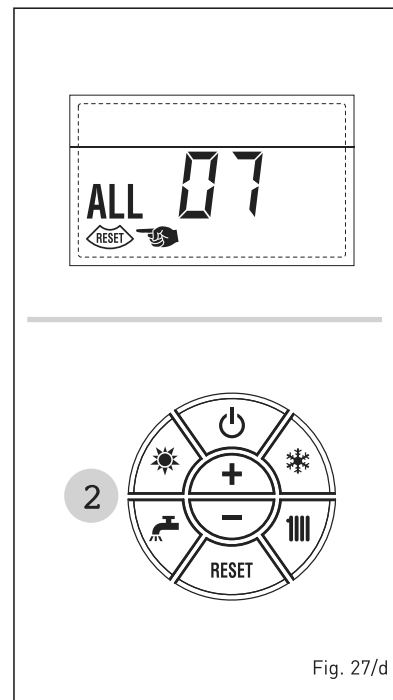

Fig. 27/d
- ALL 07 (fig. 27/d) Pulsar la tecla del panel de mandos (2) para volver a activar la caldera. Si la anomalía persiste, solicitar la intervención de personal técnico autorizado.